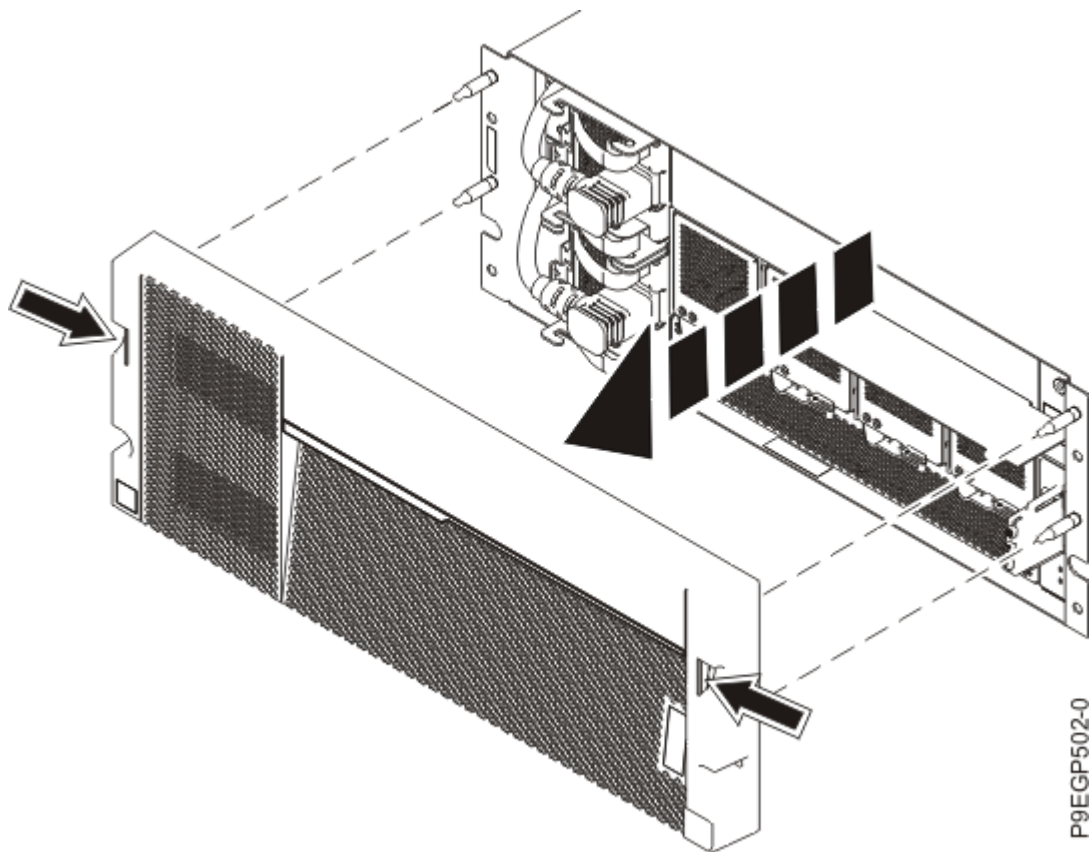

Figure 8 : Retrait du capot et de la carte des informations de maintenance
- b. A l'aide des deux points de contact de couleur bleue situés de chaque côté du tiroir, retirez le capot de façon bien droite de la partie avant du tiroir, comme illustré dans la Figure 8, à la page 12.